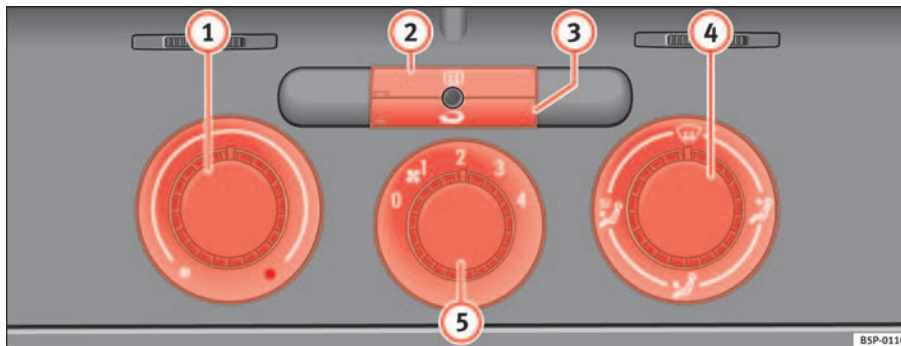

Abb. 123 In der Instrumententafel: Bedienelemente der Heizung
- Mit den Reglern  $\Rightarrow$  Abb. 123 ① und ④ und mit dem Schalter ⑤ stellen Sie die Temperatur, die Luftverteilung und die Gebläsestufe ein.
- Drücken Sie die jeweilige Taste ② bzw. ③, um eine Funktion ein- oder auszuschalten. Bei einer eingeschalteten Funktion leuchtet das Fenster unten links an der Taste auf.